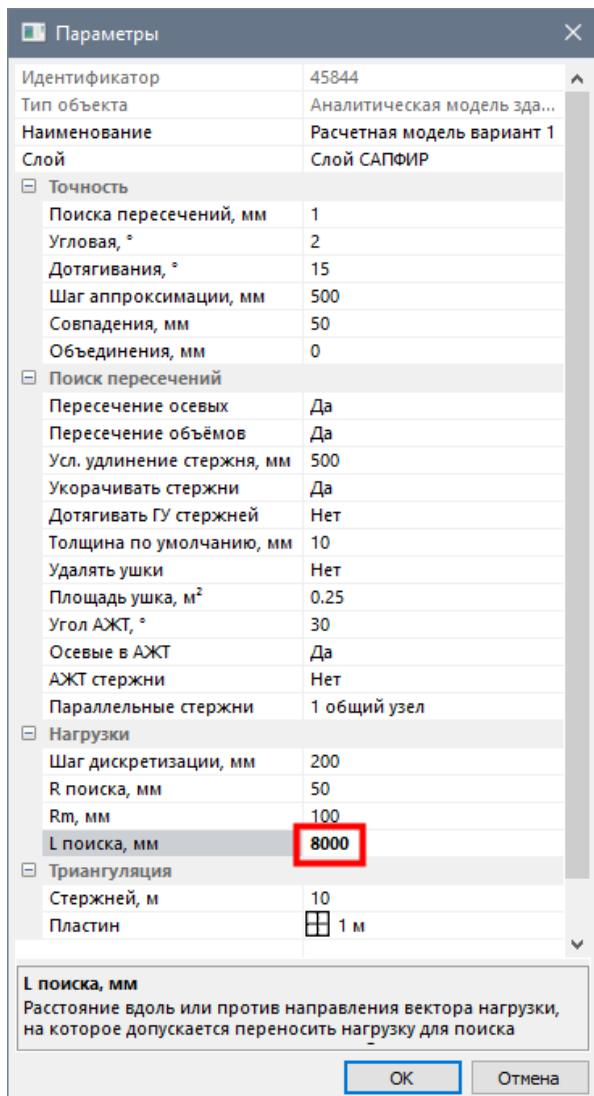

Рис.4.2. Диалоговое окно **Параметры**
- Вызовите диалоговое окно Параметры (рис.4.2) щелчком по кнопке  - Свойства расчетной модели (панель Расчетная модель: создание на вкладке Аналитика).